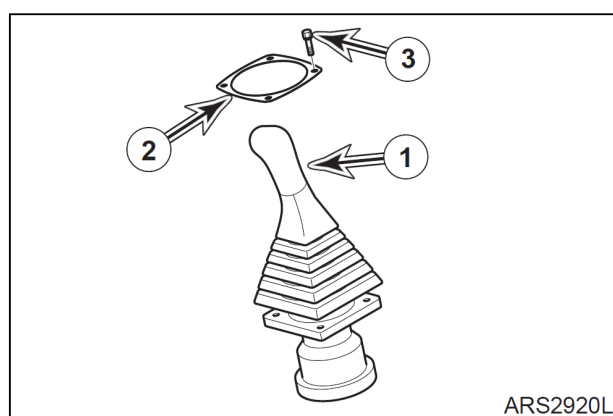

Рис. 5
14. Снять четыре болта (3, рис. 5) и крышку (2), вытащить левый клапан дистанционного управления (1).